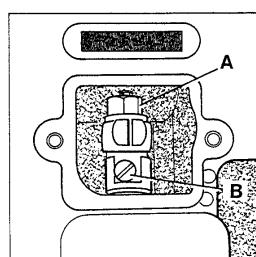

Fig.12
To change the stitch length, remove the cover plate located below the serial number of the machine. Loosen lock nut (A, Fig. 12) and turn stitch length adjusting screw (B) clockwise to shorten stitch or counterclockwise to lengthen it.
Lösen Sie die Mutter (A, Fig. 12) und drehen die Stichlängenstellschraube (B) im Uhrzeigersinn, um den Stich zu verkürzen oder im Gegenurzeigersinn, um ihn zu verlängern. Ziehen Sie die Mutter (A) nach dieser Einstellung wieder an und schrauben den Deckel wieder auf.